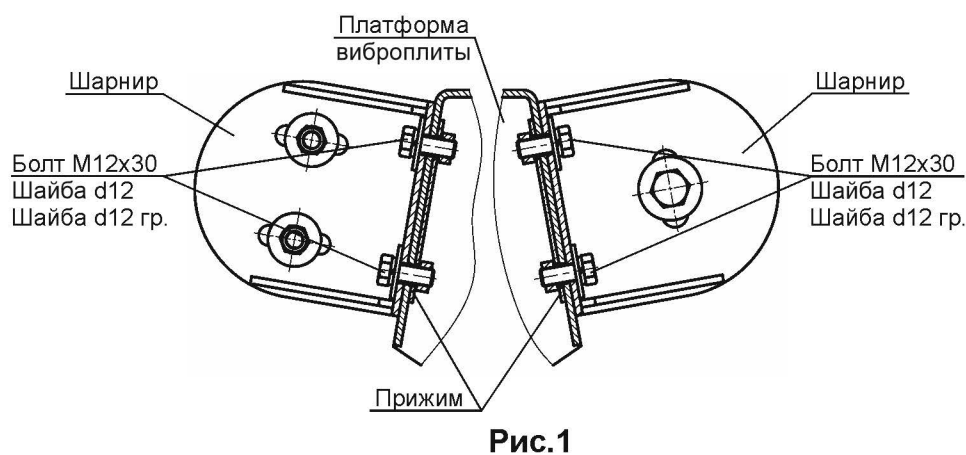

Рис.1
3. Расстояние между виброплитами при соединении может варьироваться в пределах длин пазов на обоих кронштейнах шарниров (Рис.1). Чем меньше расстояние между виброплитами, тем больше вероятность их соприкосновения (соударения) при работе на неровной поверхности и на уклонах.
4. Возможные перепады по высоте и длине соединяемых виброплит компенсируют пазы на обоих кронштейнах шарниров (Рис.1). Для этого необходимо ослабить крепеж виброгасителей шарнира, выставить кронштейны и заново затянуть крепеж виброгасителей.